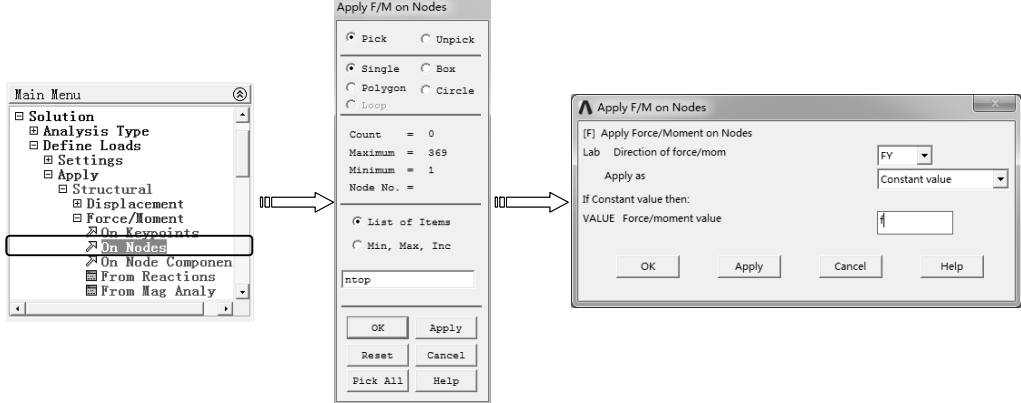

图 9-76 在节点上施加力载荷
1) 选择“Main Menu>Solution>Define Loads>Apply>Structural>Force/Moment>On Nodes”命令，弹出实体选取对话框，输入“ntop”，单击“OK”按钮选择节点，弹出“Apply F/M on Nodes”对话框，在“Direction of force/mom”下拉列表中选择载荷方向“FY”，在“Force/moment value”文本框中输入载荷数值“f”，单击“OK”按钮施加力载荷，如图 9-76 所示。